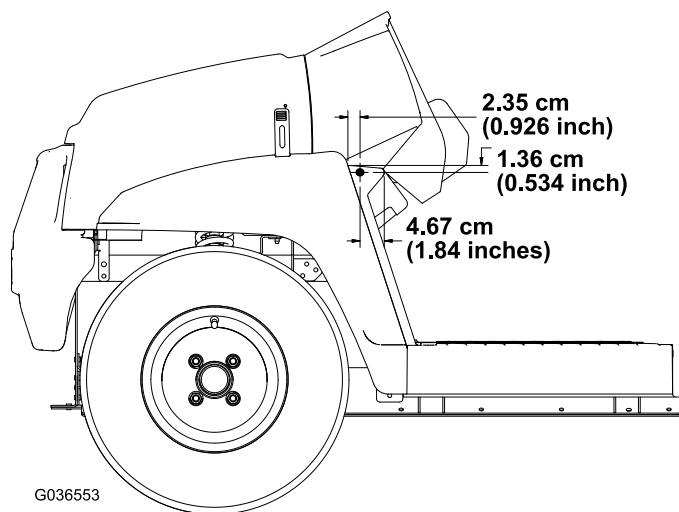

Figure 4
3. En vous aidant des dimensions indiquées à la Figure 4, percez 1 trou (5/16") à l'extérieur du repose-pied sur les côtés droit et gauche de la machine.